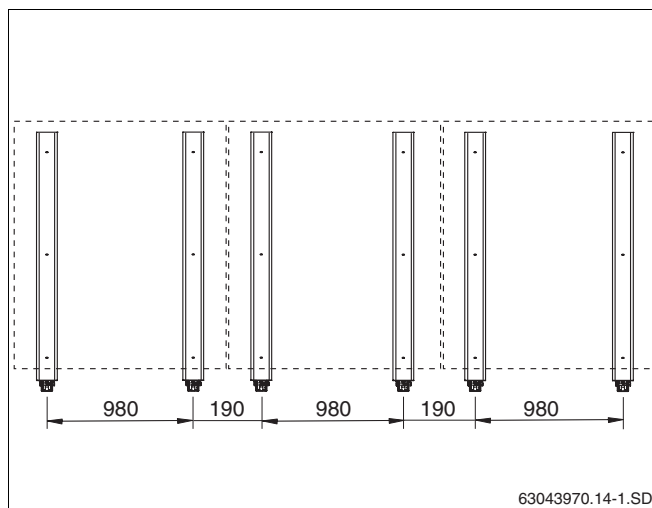

Fig. 25 Versione per sollecitazioni massime, 3 collettori verticali
5.2.2 Versione per sollecitazioni massime (accessorio, fig. 25)